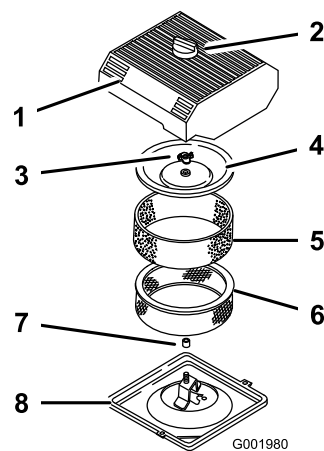

Figura 43
3. Pulite intorno al filtro dell'aria per evitare che la morchia possa penetrare nel motore provocando gravi danni (Figura 43).
4. Svitare la manopola sul coperchio del filtro dell'aria e togliete il coperchio (Figura 43).
5. Togliete con cautela l'elemento in schiuma sintetica dall'elemento di carta (Figura 43).
6. Svitare il dado del coperchio e togliete sia il coperchio che l'elemento di carta (Figura 43).
1. Infilate con cautela l'elemento in schiuma sintetica sopra l'elemento di carta del filtro dell'aria (Figura 43).
3. Avvitare a fondo, manualmente, il dado contro il coperchio (Figura 43).
4. Montate il coperchio del filtro dell'aria e la manopola (Figura 43).